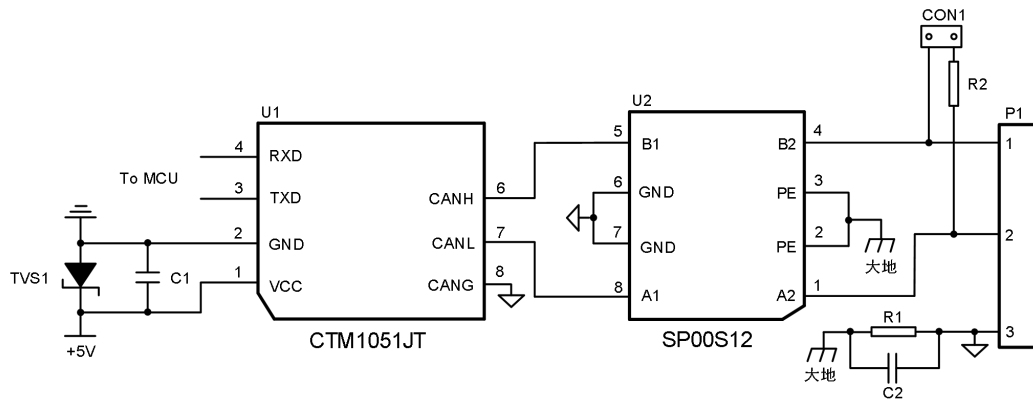
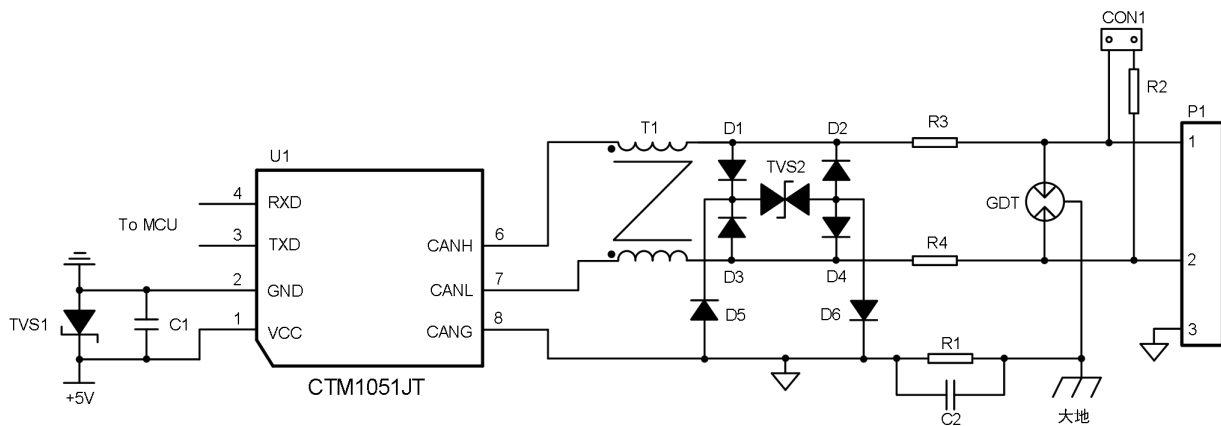

图 3 推荐应用电路 1
图 4 推荐应用电路 2
IEC/EN 61000-4-5 差模 $\pm 2\text{kV}$ , 共模 $\pm 4\text{kV}$ (应用电路图 3/图 4) (3)	Perf. Criteria B
模块应用在户外等恶劣的现场环境时，容易遭受大能量的雷击，此时需要对 CAN 信号端口添加更高等级的防护电路，保证模块不被损坏以及总线的可靠通讯。图 3、图 4 提供了两个针对大能量雷击浪涌的推荐防护电路接线图。按非屏蔽通信线试验配置进行测试，可满足 IEC/EN61000-4-5 差模 ±2kV，共模 ±4kV 浪涌等级要求。
如图 3 所示的是 CTM1051JT 配合致远电子 SP00S12 信号浪涌抑制器使用的电路示意图。SP00S12 与 CTM1051JT 之间的连接简单，使用方便，占板面积小。SP00S12 的详细参数请参考产品数据手册。
若需要满足特定的浪涌等级要求时，建议使用如图 4 所示的推荐保护电路，电路的参数可以根据实际测试情况进行调整。其中 CON1 为短路器，单个 CAN 总线网络上，只需要短路头尾两个节点，在总线上加入终端电阻，其他节点开路即可。如表 1 所示列出了一组推荐的电路参数，按非屏蔽通信线试验配置进行测试，可满足 IEC61000-4-5 差模 $\pm$ 2kV，共模 $\pm$ 4kV 浪涌等级要求。另外，组网时，建议使用屏蔽双绞线，并对屏蔽层进行可靠的单点接地。若在一些电磁干扰非常严重的场合，建议使用双层屏蔽双绞线，CANH、CANL、CANG 均进行连接，CANG 接于内层屏蔽，外层屏蔽单点接大地。